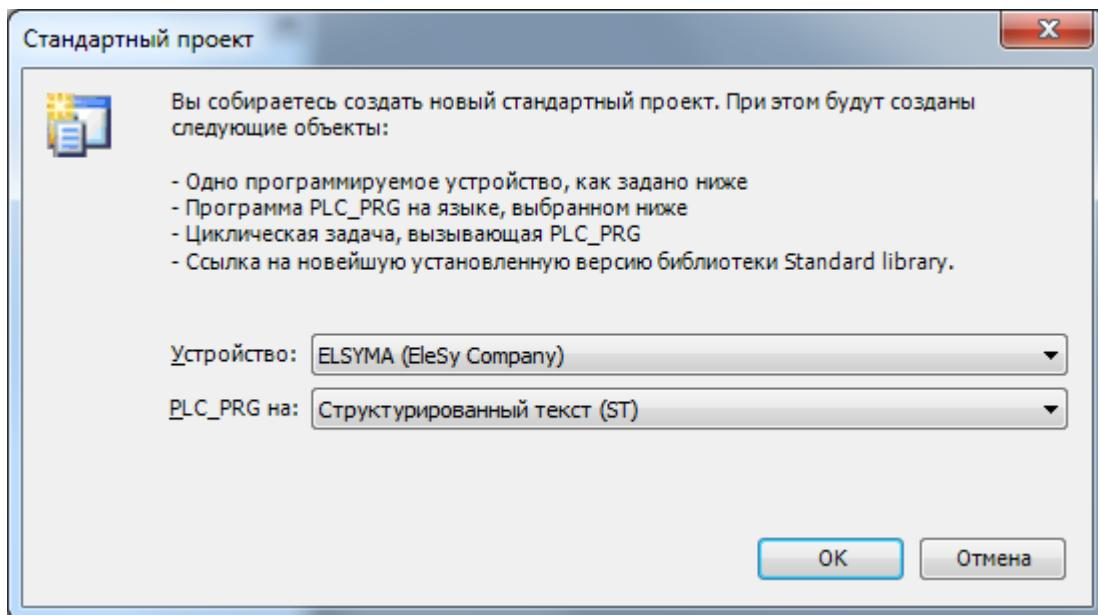

Рисунок 2.16 – Система разработки CoDeSys. Настройка стандартного шаблона проекта
5 В окне "Стандартный проект" в списке **Устройство:** выбрать контроллер *ELSYMA (EleSy Company)*, в списке **PLC\_PRG на:** – язык реализации основного программного компонента *Структурированный текст (ST)* (рисунок 2.16).